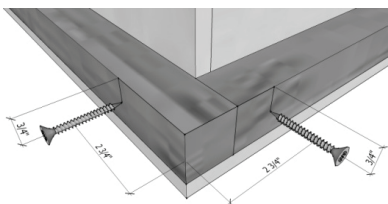

Fig. 7 - Fixez les côtés à la base.
- c. **Utilisez 8 vis de 2"**, **fixez** les quatre coins de la base (longueurs « 2x2s » horizontales) sur les coins des longueurs « 2x2s » verticales, **en faisant attention de** ne pas faire saillir de pointes à l'intérieur du cadre. Pré-quoi? Pré-percer... (fig. 7)